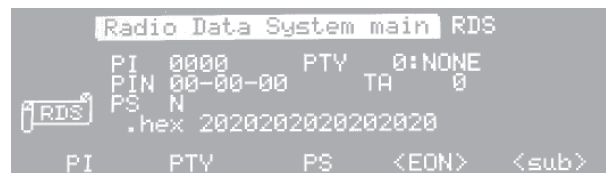

図 2-1 電源投入時の画面
- ・ 図 2-1 は工場出荷時の設定（イニシャライズ）状態から POWER スイッチをオンにしたときの画面です。本器は、POWER スイッチをオフにする直前の設定値を記憶し、次に POWER スイッチをオンにしたとき、その値が設定されます。したがって、実際に表示される画面は図 2-1 と異なることがあります。